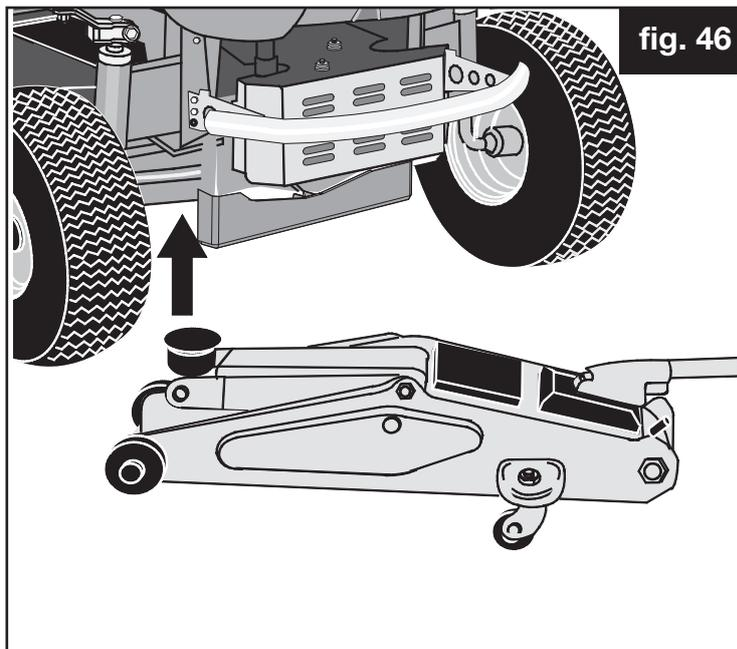

fig. 46
Smontaggio della ruota anteriore (fig. 46)
- ✓ Infilare un martinetto sotto all'assale anteriore utilizzando il punto di sollevamento illustrato in fig. 46 (dal lato della ruota da smontare). Sollevare il trattorino tosaerba fino a quando la ruota da smontare non tocca più a terra.